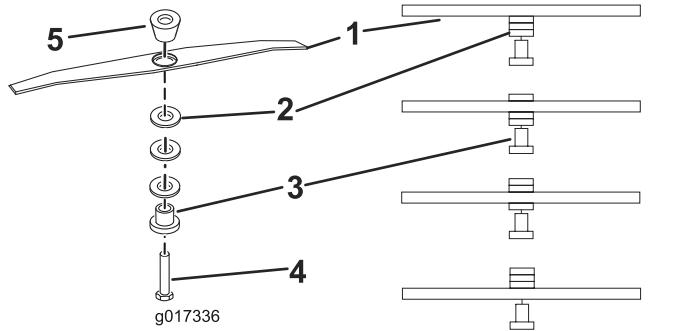

図12
6. 希望する刈高にあわせてスペーサをセットし、ブレードボルトとスペーサ図12をもう一度取り付け、 $25 \text{ N}\cdot\text{m}=2.5 \text{ kg}\cdot\text{m}=18 \text{ ft-lbs}$ にトルク締めする。